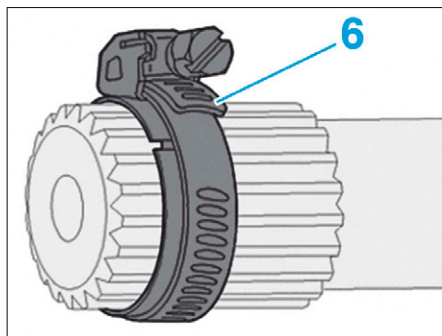

FIG. 9
- Positionner un collier (6) sur le jonc pour faciliter l'emmanchement du joint homocinétique (Fig.9).